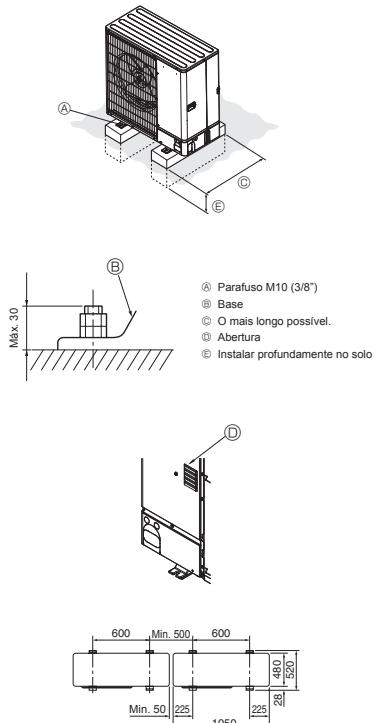

Fig. 3-1
- Certifique-se de instalar a unidade numa superfície firme e nivelada para evitar estrípulos durante a operação. (Fig. 3-1)